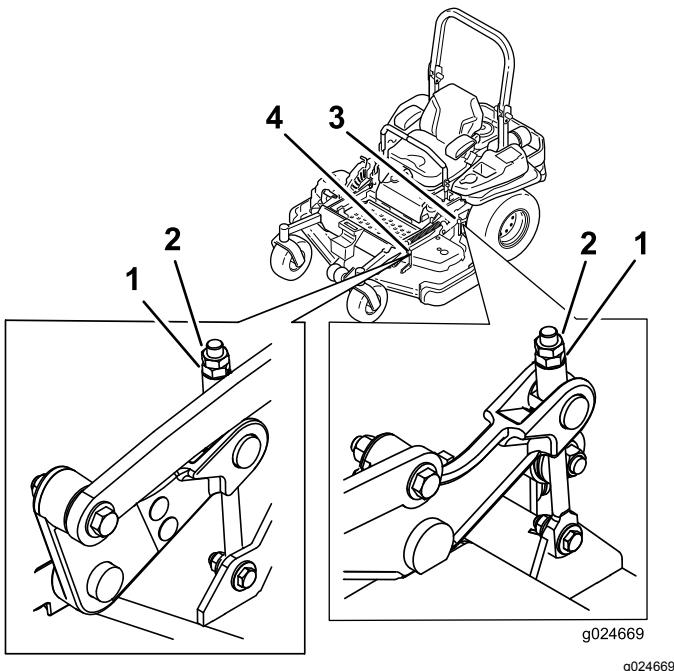

Figure 86
9. Ajustez précisément le serrage de l'écrou de réglage sur l'ensemble de relevage du plateau avant (voir Figure 86).
14. Ajustez précisément la vis de réglage en la tournant de manière à obtenir une hauteur de 83 mm (Figure 86).